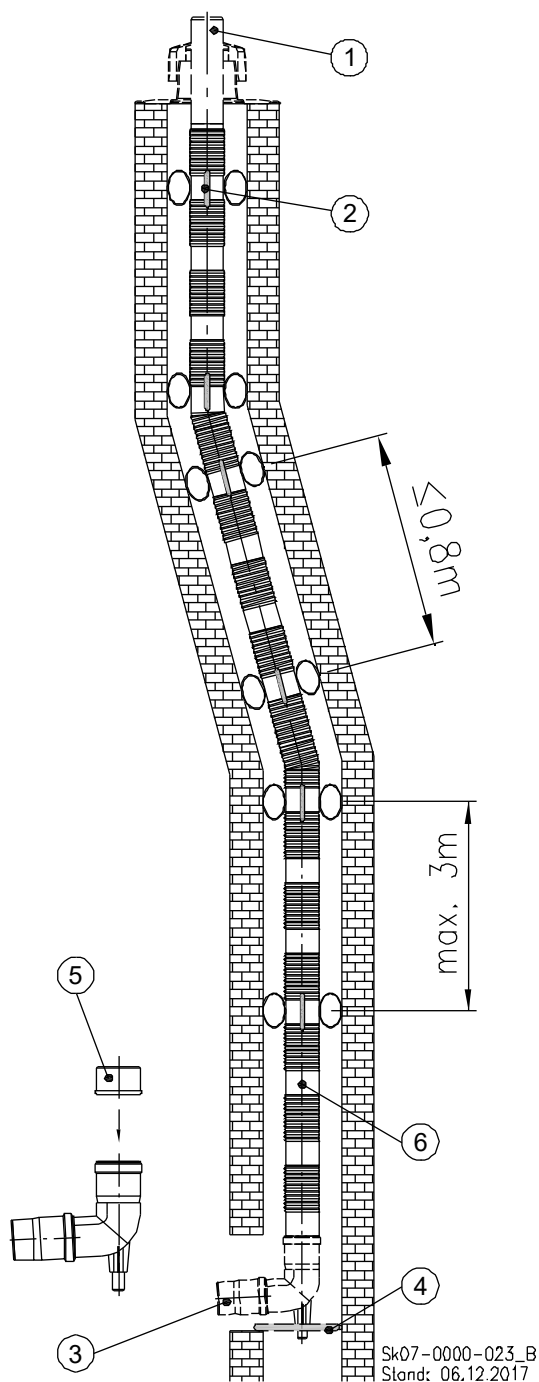
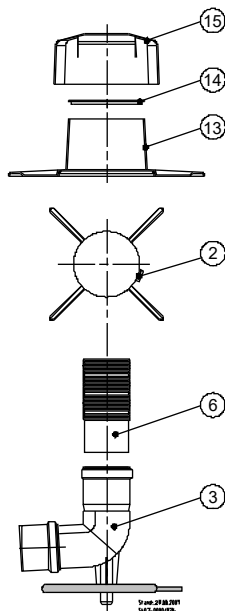

Abb. 36: Kaminsystem, flexibel
Abb. 38: Detail-Zeichnung Befestigung Schachtabdeckung
Legende zu Abb. 36:
- ➔ Säubern und entgraten Sie das Einsteckende des Abgasrohres ⑥ (s. Abb. 36).
- ➔ Reiben Sie das Einsteckende des Abgasrohres ⑥ mit säurefreiem Gleitmittel ein.
- ➔ Stecken Sie das sichtbare glatte Ende des Abgasrohres ⑥ in den auf dem Auflager sitzenden Stützbogen ③.
Legende zu Abb. 38:
②	Abstandhalter
③	Stützbogen mit Auflager
⑥	Flexibles Abgasrohr
⑬	Unterteil der Schachtabdeckung
⑭	Flexrohrklemme
⑮	Abdeckhaube
- ➔ Schieben Sie als erstes das Unterteil der Schachtabdeckung ⑬ (s. Abb. 38) über das Leitungsende Abgasrohr ① (s. Abb. 36).
- ➔ Spreizen Sie die Flexrohrklemme ⑭ auf.
- ➔ Schieben Sie die aufgespreizte Flexrohrklemme über das Leitungsende bis zum Unterteil der Schachtabdeckung ⑬.